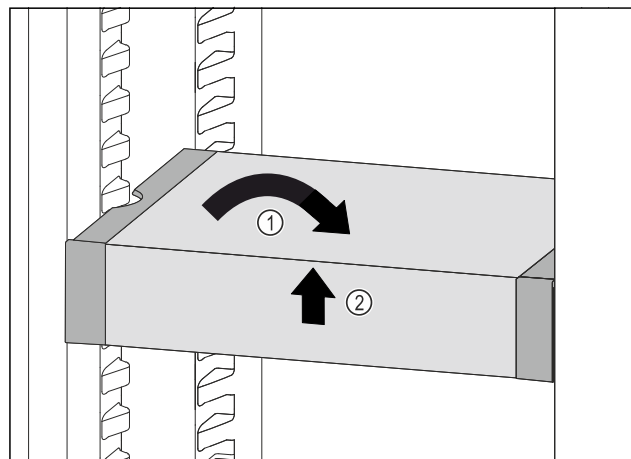

Fig. 168
- Plasser VarioSafe rett. Fig. 168 (1)
- Løft VarioSafe opp i forkant. Fig. 168 (2)